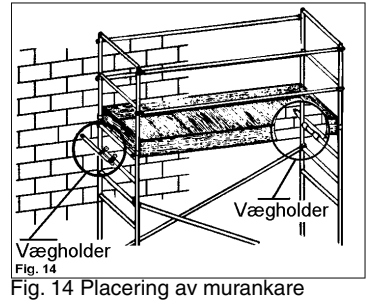

Fig. 14 Placering av murankare
- 4) Bestäm var bultarna ska fästas i murverket, se fig. 14.